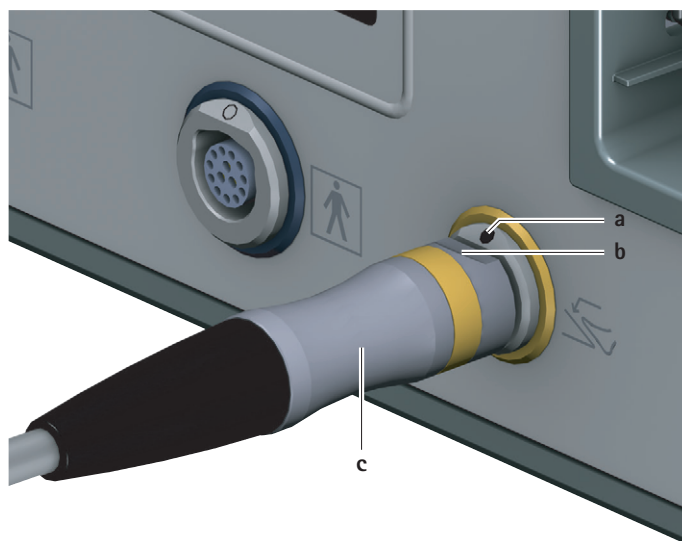

Fig. 2 Raccordement de la commande au pied
- Orienter le connecteur de la commande au pied **c** de telle sorte que le repère **b** sur le connecteur coïncide avec le repère **a** sur la prise de raccordement pour commande au pied 6, voir Fig. 2.
- Retirer le connecteur de la commande au pied **c** hors de la prise de raccordement pour commande au pied **6**, voir Fig. 2.